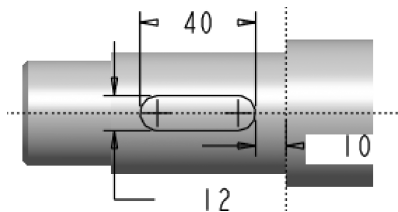

图 5-16 草绘键槽截面
(4) 创建拉伸特征，在操控板的对话框单击【移除材料】按钮，使其处于按下状态，以“DTM1”作为草绘平面，草绘方向参照选择“RIGHT”基准面，方向选择【右】，默认参照，草绘如图 5-16 所示的键槽截面。
(1) 打开文件“liti5-2. prt”。
(2) 创建拉伸特征, 在【拉伸】操控板中单击【放置】按钮, 弹出【放置】下滑面板, 单击其中的【定义...】按钮, 弹出【草绘】对话框。
(3) 单击【基准】工具栏中的【基准面】按钮, 创建基准面, 选择“FRONT”基准面为参照, 使用【偏移】约束, 在【平移】组合框中输入“16”, 单击【确定】按钮, 完成基准面创建, 在图形区出现基准面“DTM1”。
(4) 此时【草绘】对话框中的【平面】收集器自动选择“DTM1”作为草绘平面, 草绘方向参照选择“RIGHT”基准面, 方向选择【右】, 默认参照, 草绘如图 5-16 所示的键槽截面。